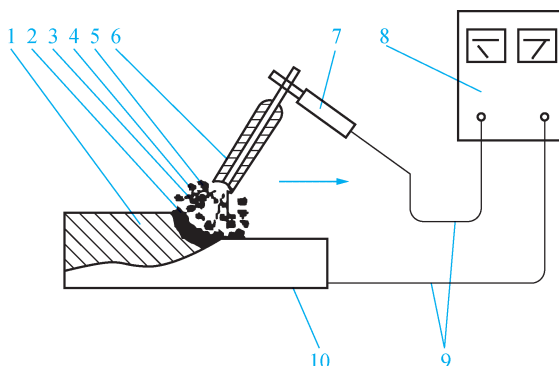

图 1-22 电弧焊的工作原理
(1) 电弧焊的工作原理如图 1-22 所示。电焊机的一极通过焊钳与焊条相接,另一极与焊件相接。焊接时,先将焊条与焊件瞬时短接,由于接触处通过短接电流,产生很大的电阻热,使接触处的金属温度迅速升高而熔化。当将电焊条提起瞬间,接触处形成“细颈”,大电流由“细颈”通过,使温度进一步升高,并使周围的部分金属蒸气和热空气猛烈受热而电离。焊条提起 2~4 mm 与焊件分离时,在电压作用下,从负极逸出的电子,在飞向正极的途中也冲击气体分子,使气体更进一步分离,于是带电离子不断增加,电极间气体被击穿,产生很强的光和热。